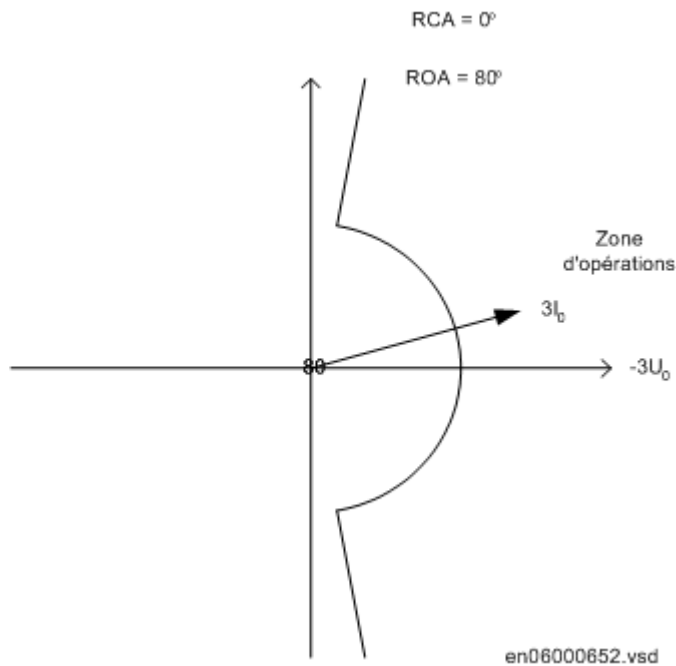

Figure 64: Exemple de caractéristique
4. Comparer le résultat aux valeurs assignées, voir la figure 64 pour un exemple de caractéristique.